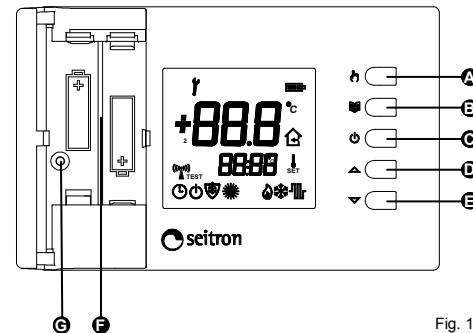

Fig. 1
- Introduire correctement les batteries (en respectant la polarité correcte) dans le compartiment des batteries (1) de la Fig. 1), ne pas utiliser des piles déchargées, utiliser des piles alcalines.
1. Ouvrir le volet qui donne l'accès au logement des piles (Fig. 1).